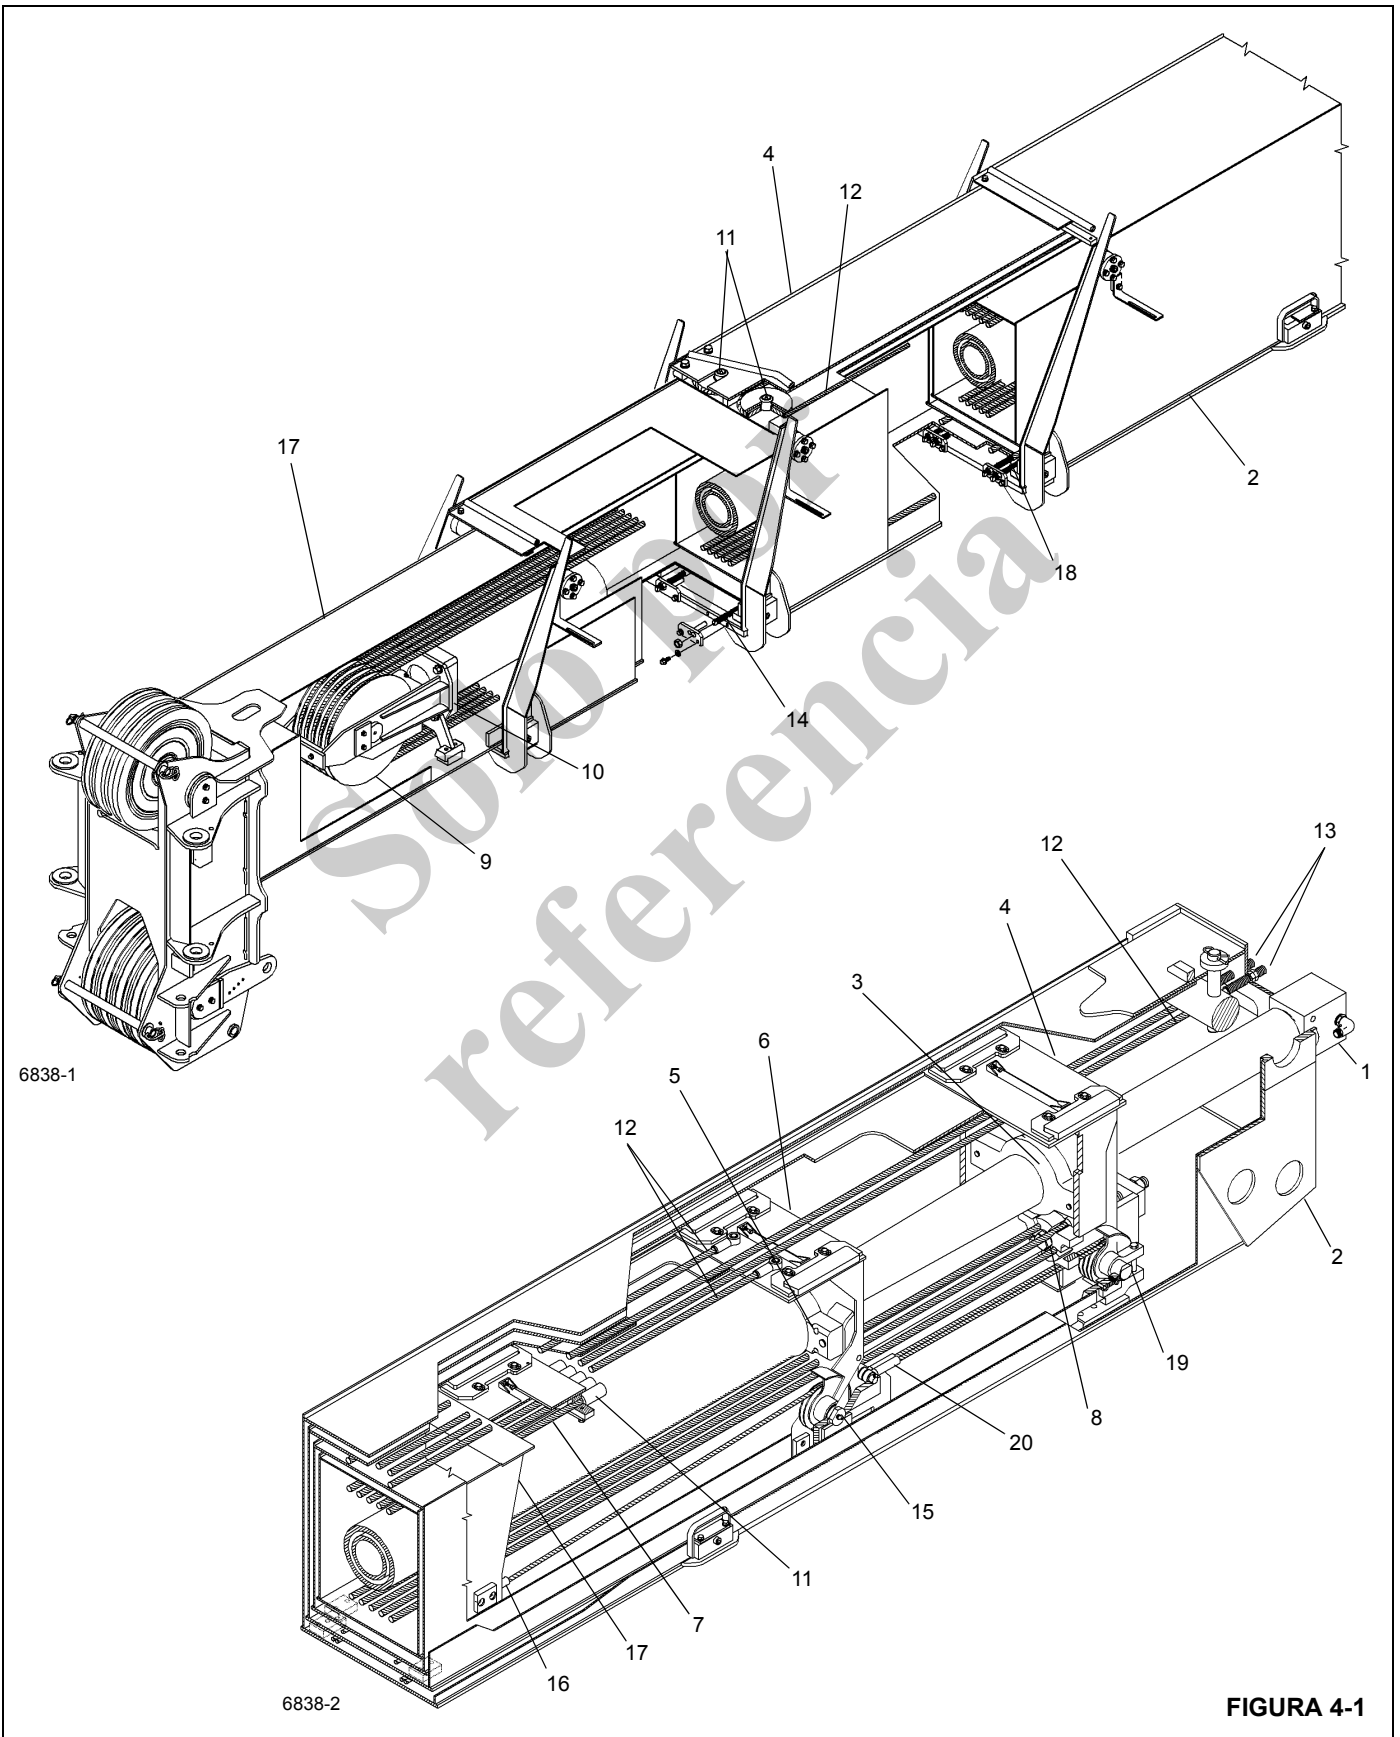

FIGURA 4-1
El cilindro telescópico se fija a la pluma en tres puntos: Consulte la Figura 4-1 para la ubicación de los artículos.
La sección de extremo tiene cinco cables de extensión (7). Consulte la Figura 4-1 para la ubicación de los artículos.
Consulte la Figura 4-1 para la ubicación de los artículos. Los cables sincronizadores de extensión largos (12) se conectan
Consulte la Figura 4-1 para la ubicación de los artículos. Los dos cables de retracción (14) se fijan a la parte delantera exterior de la sección central interior (4), pasan alrededor de poleas (15) instaladas en el extremo de la sección central exterior (6) y sus otros extremos (16) se fijan a la sección de extremo (17).
Consulte la Figura 4-1 para la ubicación de los artículos. Los cuatro cables de retracción (18) se fijan a la parte delantera exterior de la sección de base (2), pasan alrededor de poleas (19) instaladas en el extremo de la sección central interior (4) y sus otros extremos se fijan (20) a la sección central exterior (6).
Consulte la Figura 4-1 para la ubicación de los artículos. Cuando se extiende el cilindro telescópico, el tubo del cilindro (5), fijado a la sección central exterior (6), y la varilla del cilindro interior (3), fijada a la sección central interior (4), extienden las secciones centrales de la pluma.
Consulte la Figura 4-1 para la ubicación de los artículos. Cuando se retrae el cilindro telescópico, se retraen al mismo tiempo la sección central exterior (6) (fijada al tubo del cilindro) y la sección central interior (4) (fijada a la varilla de cilindro interior).